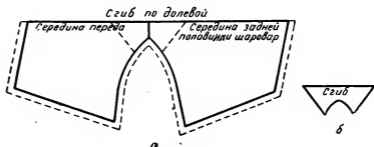

Рис. 135. Раскрой шаровар
**Раскрой и шитье.** Середину задней и передней половинок шаровар при крое располагают по долевой нити. Эти линии имеют сгиб ткани (шва по этим линиям делать не рекомендуется). Линия шага, равная 5 см, также не должна иметь шва, передняя и задняя половинки шаровар по линии шага должны быть уложены встык (рис. 135, а).
Настрочную ластовицу подкраивают по краю изделия (рис. 135, б). Место настрочной ластовицы указано пунктиром на рис. 135, а).